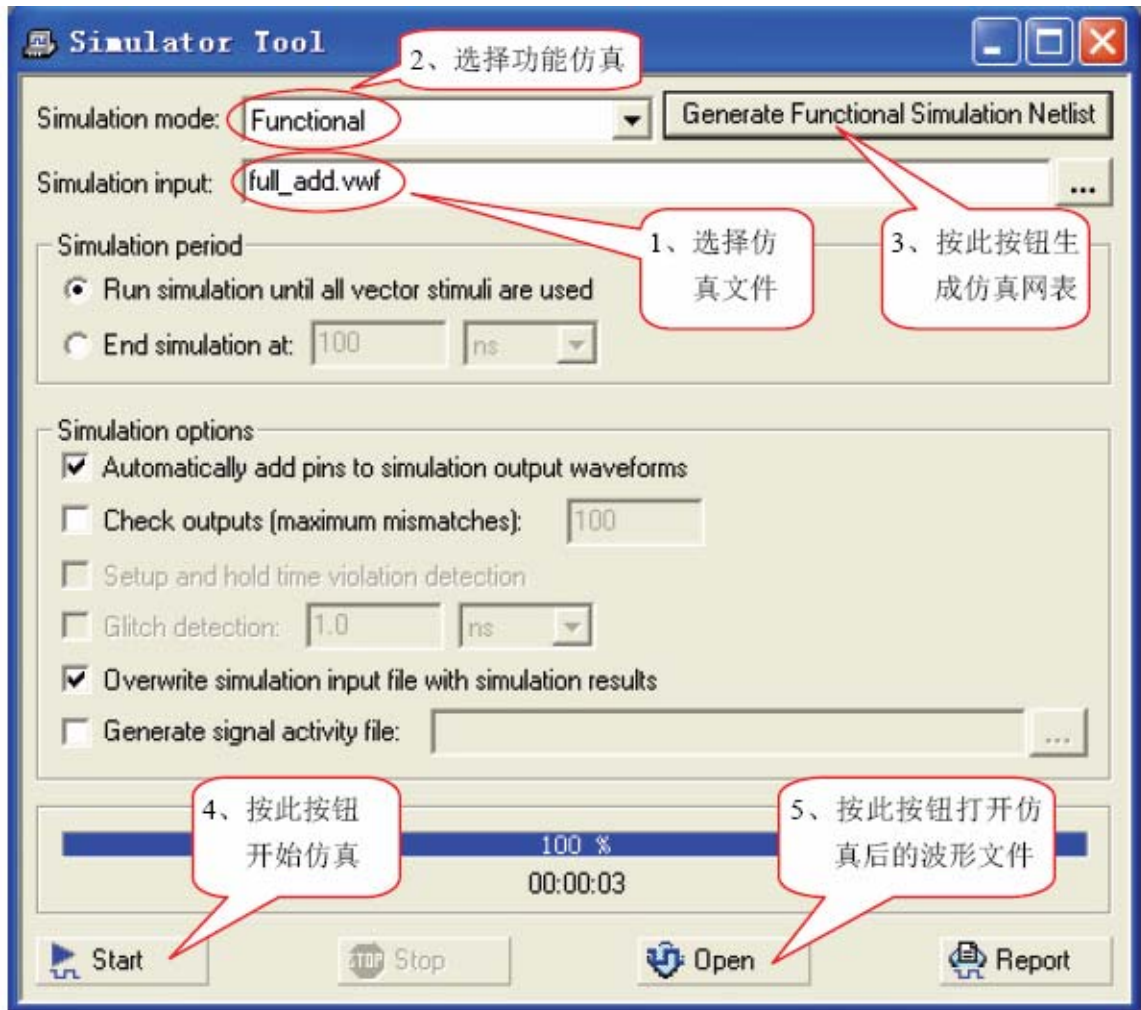

图 2.28 仿真设置对话框
(5) 选择【Tools】>>【Simulator Tool】命令，弹出如图 2.28 所示的对话框。